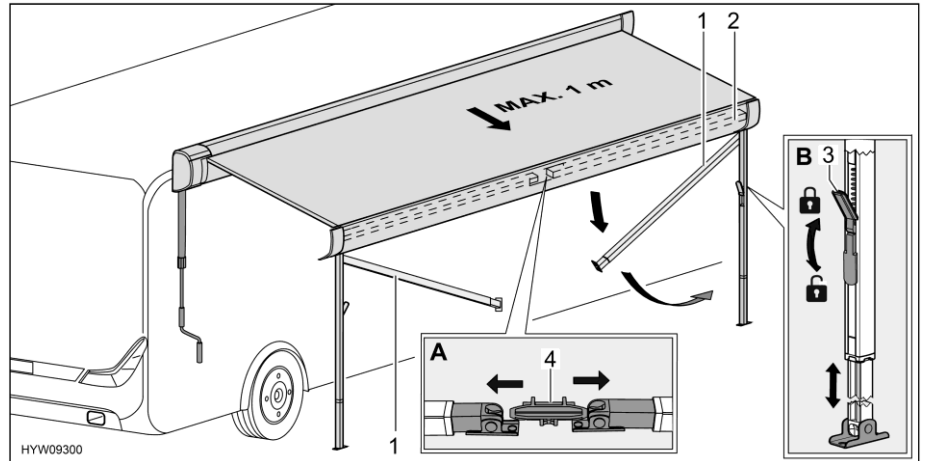

Bild 31 Stützfüße vorbereiten
- Stützfüße (Bild 31,1) aus Halterung (Bild 31,4) in der Frontleiste (Bild 31,2) lösen. Dazu Stützfüße leicht nach außen drücken (Bild 31,A).
- Verriegelungen (Bild 31,3) der Stützfüße lösen. Dazu den Verriegelungshebel nach unten klappen.
- Unteren Teil der Stützfüße bis zur gewünschten Länge herausziehen (Bild 31,B).
- Verriegelungen (Bild 31,3) der Stützfüße schließen. Dazu den Verriegelungshebel nach oben klappen.